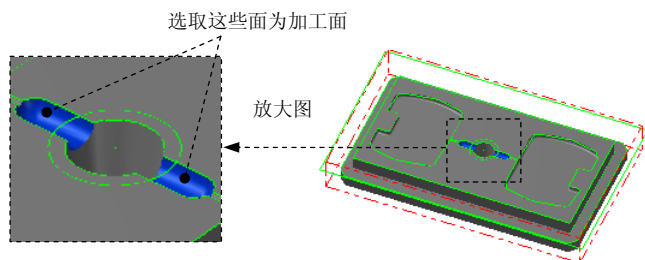
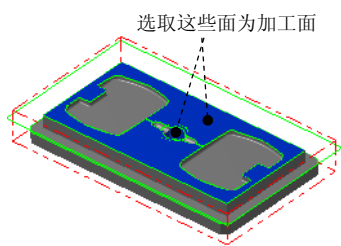

图 20.38 选取加工面
图 20.39 选取干涉面
(1) 在图形区中选取图 20.38 所示的 4 个曲面, 按 Enter 键, 在弹出的“刀具路径的曲面选取”对话框中的干涉面区域单击 , 选取图 20.39 所示的 2 个曲面, 按 Enter 键。
(1) 在图形区中选取图 20.39 所示的 4 个曲面, 按 Enter 键, 在弹出的“刀具路径的曲面选取”对话框中 **干涉面** 区域单击 , 选取图 20.40 所示的 2 个曲面, 按 Enter 键。